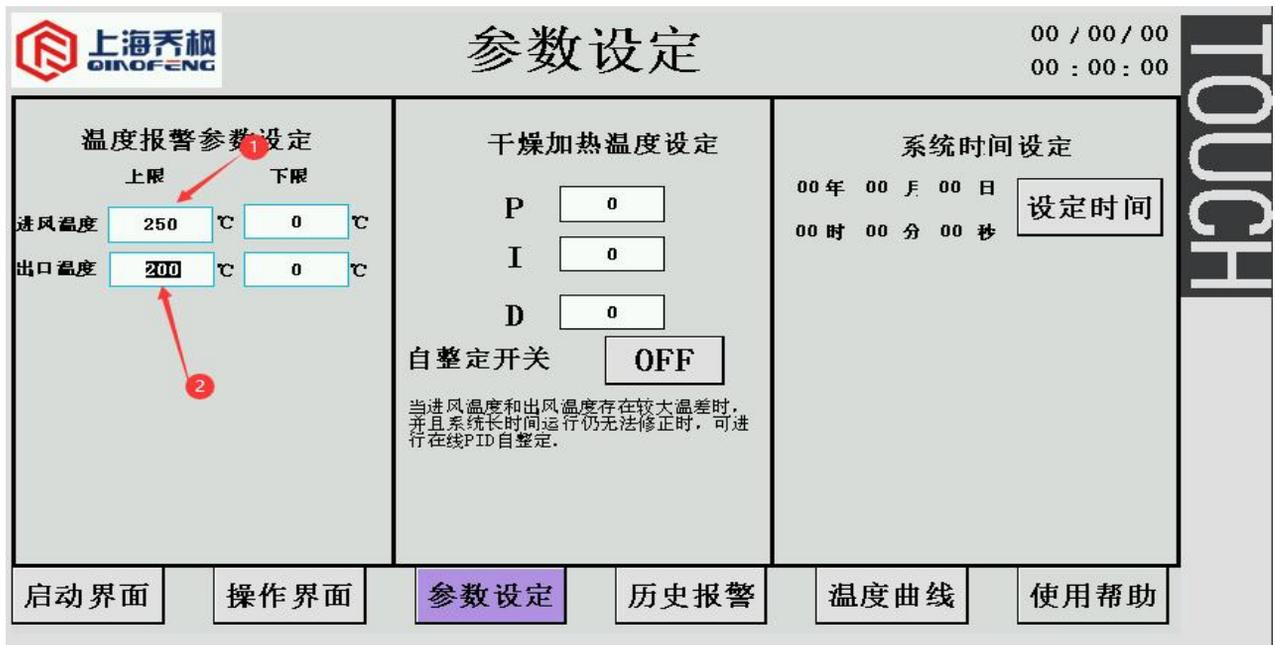

图 15
(4) 打开参数设定界面 点击设定框 1，用虚拟键盘输入“0-300”，即为温度监控上限报警值。点击设定框 2，用虚拟键盘输入“0-300”即为温度监控上限报警值。显示状态如下图 15 所示。